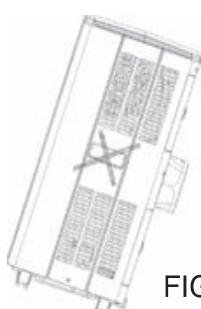

FIG 1
- Benutzen Sie die Klimaanlage nur in der aufrechten Position auf einem geraden Untergrund und mindestens 50 cm von jeglichen Objekten entfernt (Fig. 1 & 4).